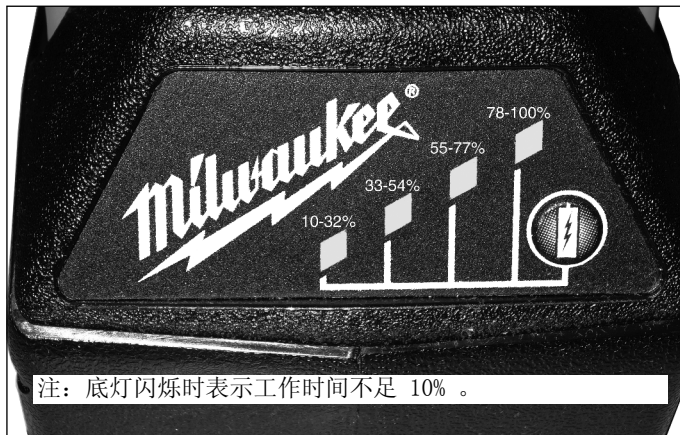

图 9：燃料计
**重要事项：**图 9 中显示的工作时间百分比是近似值。电池充电前的工作时间取决于应用环境、泵运行时间、压力设置及其它因素。